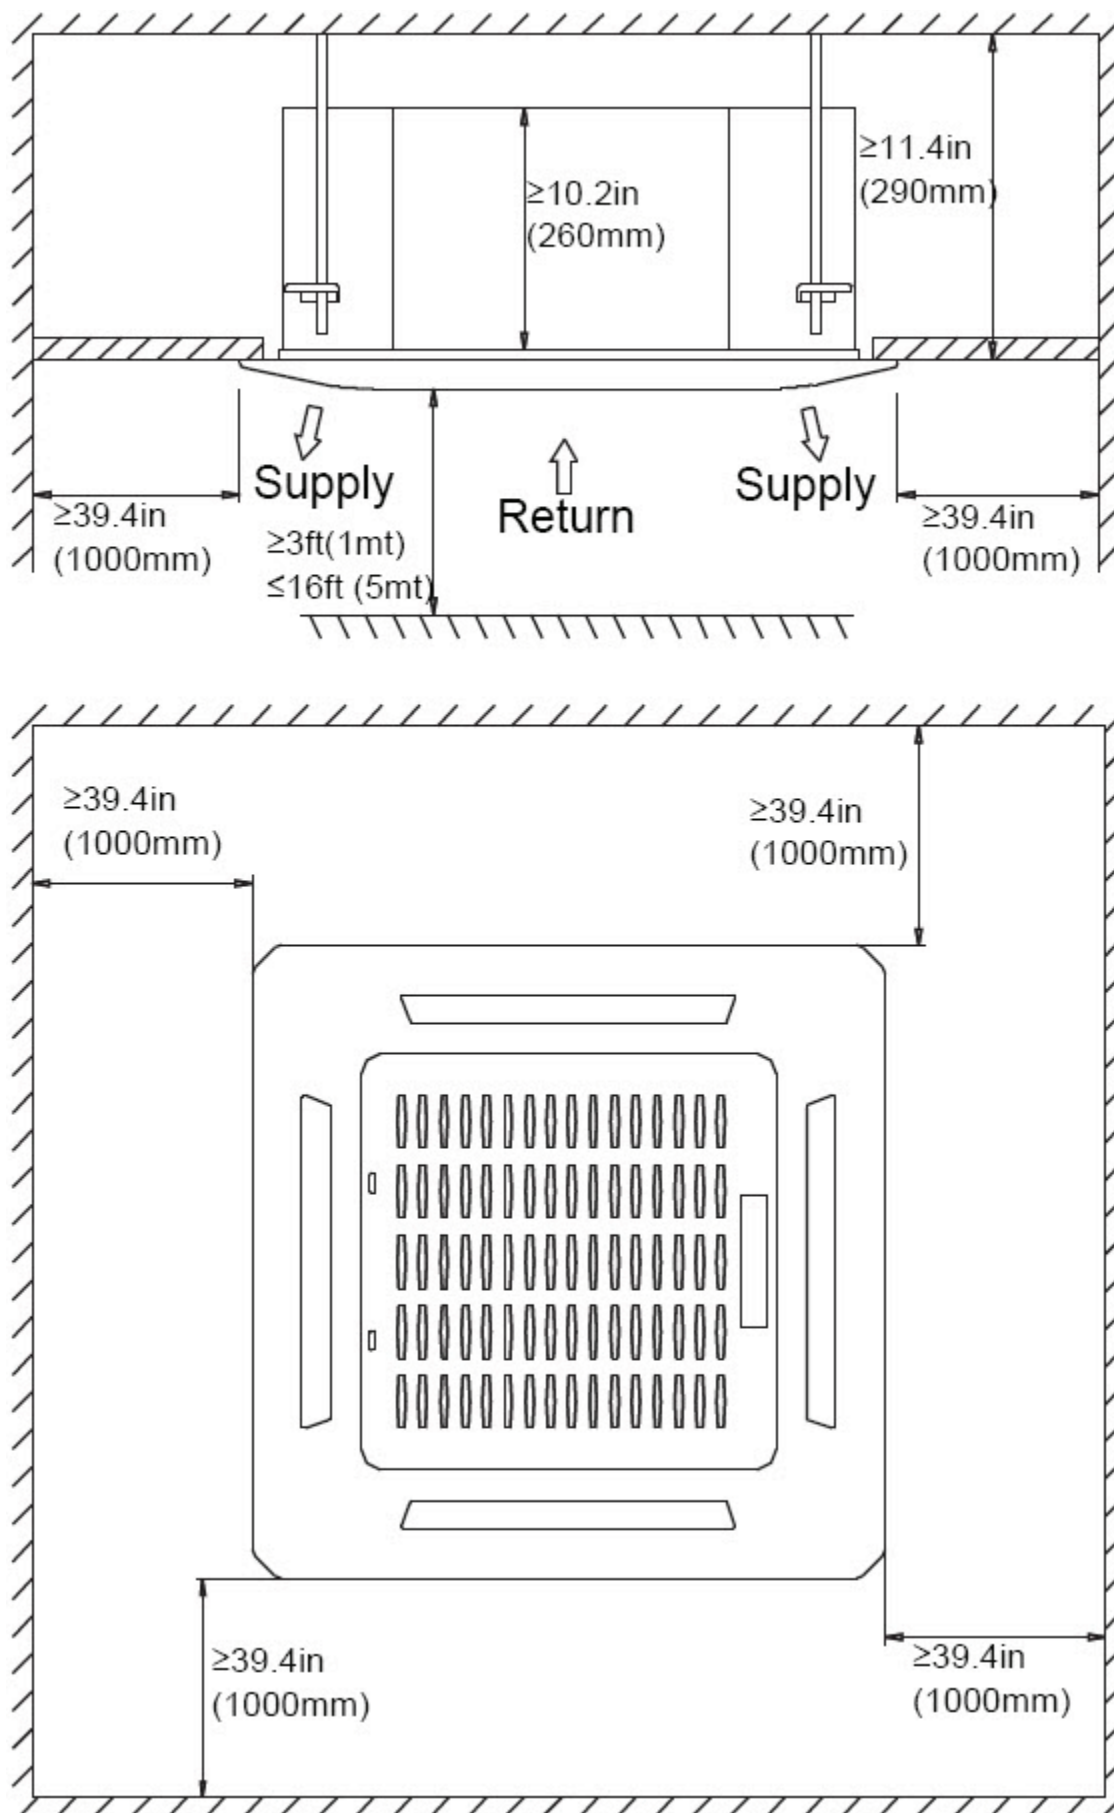

Figure 4 – Dégagement de l'appareil à cassette
Laissez suffisamment d'espace pour permettre la circulation de l'air et l'entretien de l'appareil. Consultez la figure 4 pour connaître les distances minimales requises entre l'appareil et les murs ou les plafonds.
- Emplacement qui fournit les dégagements appropriés (consultez la figure 4).